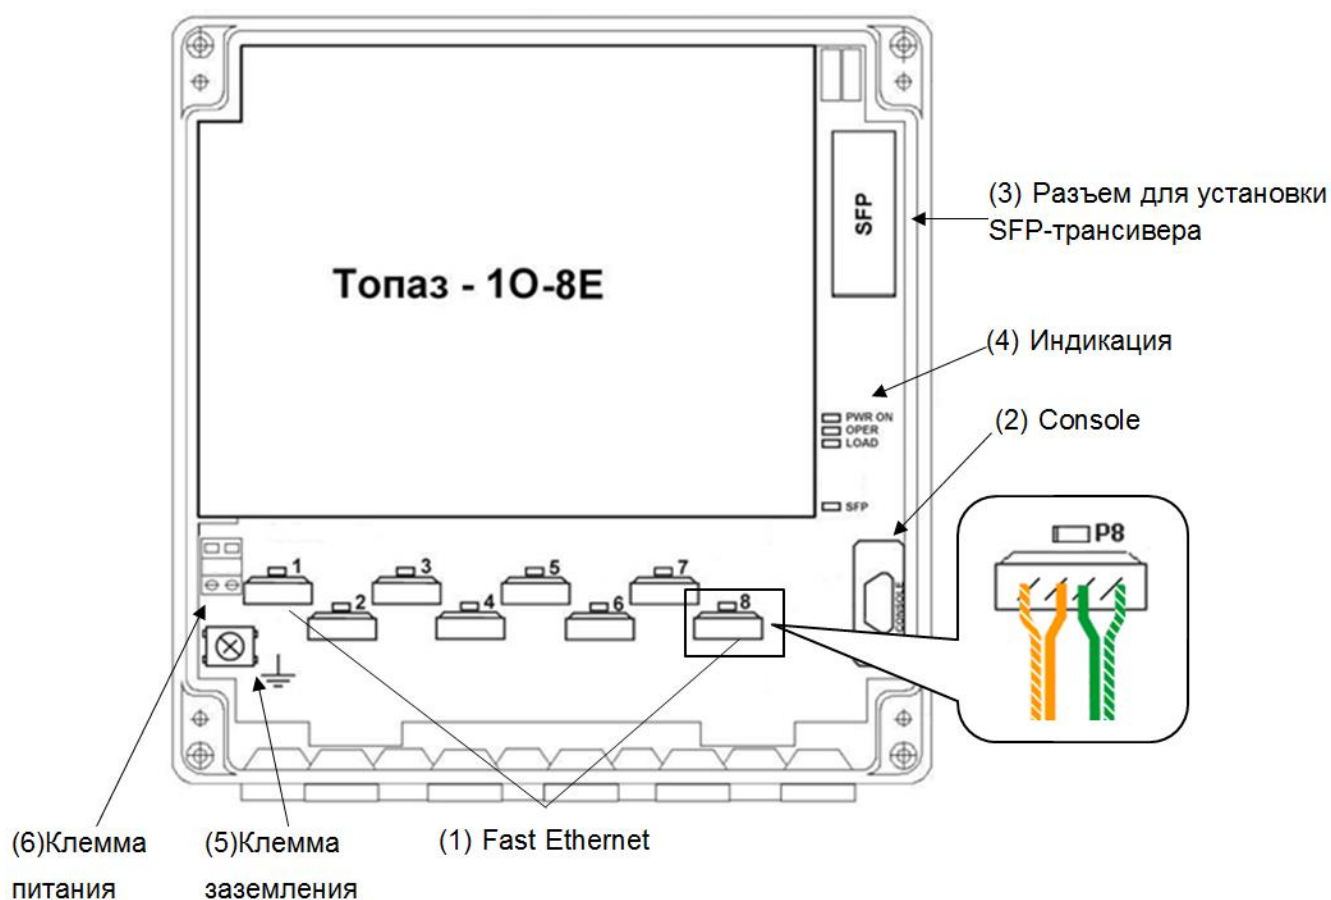

Рисунок 4.2.3 – Порты коммутатора Топаз-10-8Е-Т
Под крышкой корпуса промышленных коммутаторов с креплением на монтажную панель выведены интерфейсы Fast Ethernet типа krone (1), интерфейс управления Console RS-232 типа DB-9 (2), разъем для установки SFP-трансивера (3), индикация работы (4), клемма заземления (5), клемма питания (6), рисунок 4.2.3.
Для подачи питающего напряжения на коммутаторы конструкции на монтажную панель подключите провода к разъемной клемме с винтовым зажимом, расположенной на плате коммутатора, рисунок 4.2.3.